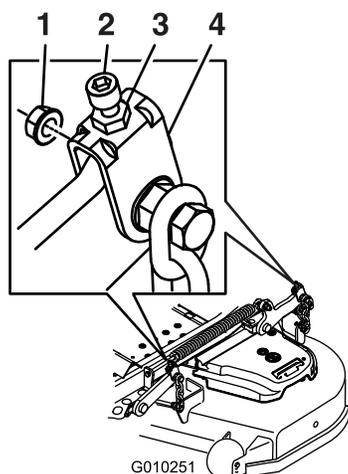

Figure 86
10. Le cas échéant, desserrez l'écrou Whizlock sur le côté de la chape et l'écrou de blocage sur le dessus. Ajustez précisément la vis de réglage en la tournant jusqu'à obtention d'une hauteur de 7,6 mm (3 po) (voir Figure 86).
16. Ajustez précisément la vis de réglage en la tournant jusqu'à obtention d'une hauteur de 8,3 mm (3-1/4 po) (Figure 86).